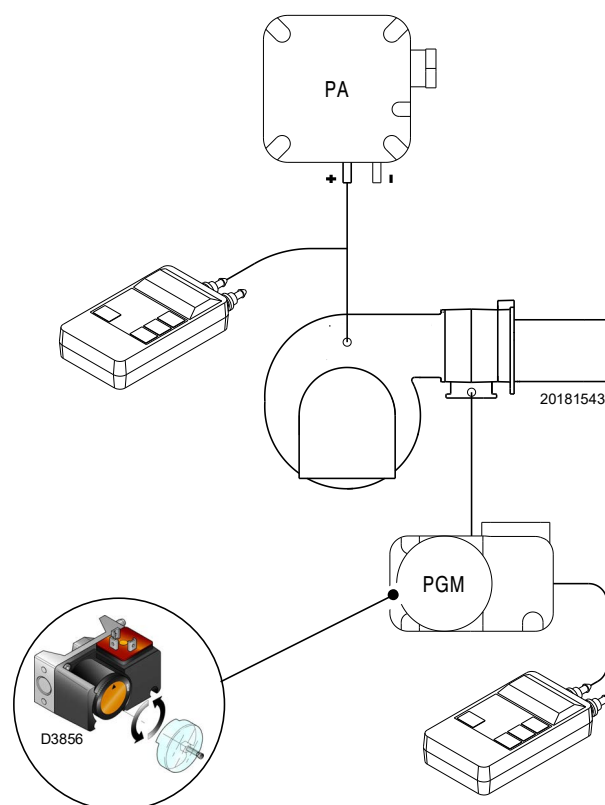

Рис. 32
- Установите реле максимального давления газа (Рис. 32 на стр. 35) на конец шкалы.
Настройка реле максимального давления газа (Рис. 32) выполняется после всех остальных регулировок горелки, устанавливая реле максимального давления газа на конец шкалы.